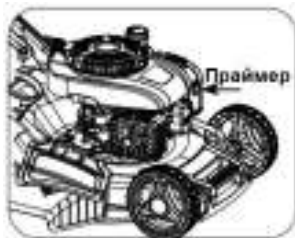

Рис. 13
1. При запуске холодного двигателя подкачайте топливо, нажав на кнопку праймера (рис. 13) 3-5 раз.